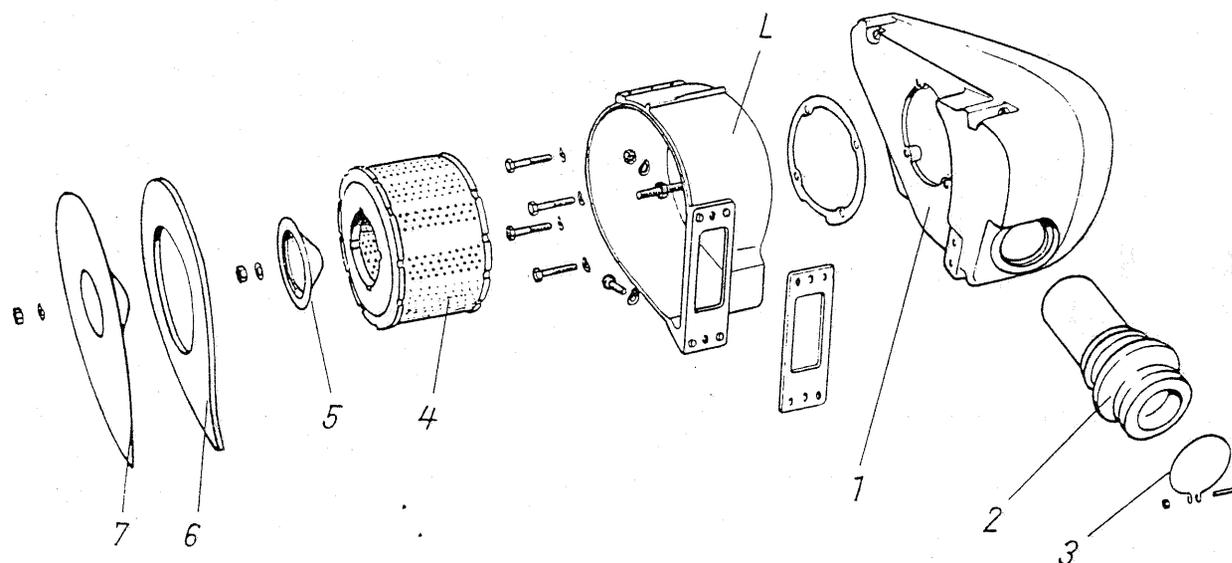
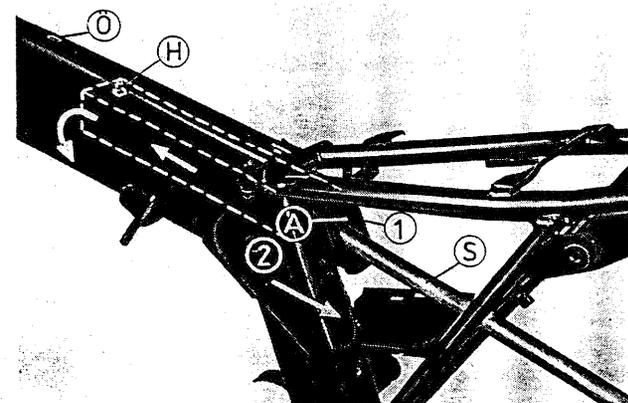

Fig. 113. Amortisseur de bruits d'admission et filtre à air
Fig. 114. Montage du tube d'admission
aspiré par l'orifice (A) du tube d'admission (1) (voir fig. 114). Le tube d'admission sert à l'amortissement de bruits et à calmer l'agitation d'air. Après avoir quitté le tube d'admission, l'air reflux dans le longeron de cadre et entre dans le boîtier de filtre à air (L à la fig. 113) étanchement vissé avec le tube de cadre.
Le tuyau souple d'admission (1) qui sert également à l'amortissement de bruits (fig. 114) est fixé au longeron de cadre, en arrière, directement dans la découpe en tôle à l'aide d'une rainure dans le tampon-caoutchouc. Un bossage à l'extrémité avant du tuyau souple (H) tient le dernier dans l'orifice (O) du longeron de cadre.
Celui-ci est centré sur l'une face frontale dans le boîtier et sur l'autre par un embouti (5) qui est fixé sur un boulon fileté (fig. 113).